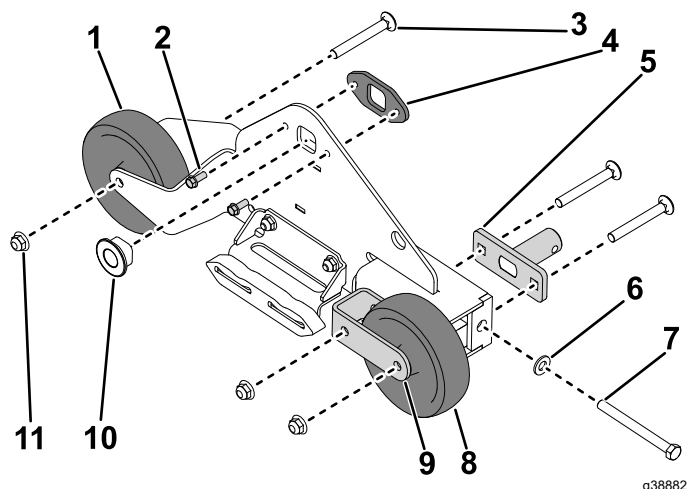

Figura 2
1. Rimuovete il bullone a testa tonda ($\frac{3}{8}$ " x 3"), la boccola del tenditore e il dado di bloccaggio ($\frac{3}{8}$ ") che fissano la ruota del carrello al supporto del cingolo (Figura 2). Rimuovete la ruota.
2. Rimuovete il bullone a testa tonda ($\frac{3}{8}$ " x 3"), la boccola del tenditore e il dado di bloccaggio ($\frac{3}{8}$ ") che fissano la ruota del carrello di destra alla forcella del carrello e al supporto del cingolo (Figura 2). Rimuovete la ruota.
3. Rimuovete il bullone a testa tonda ($\frac{3}{8}$ " x 3") e il dado di bloccaggio ($\frac{3}{8}$ ") che fissano la forcella del carrello al supporto del cingolo. Rimuovete la forcella del carrello dal supporto del cingolo (Figura 2).
4. Rimuovete la boccola dell'asse (Figura 2).
5. Rimuovete le 2 viti ($\frac{1}{4}$ " x $\frac{5}{8}$ ") che fissano il supporto della boccola dell'asse al supporto del cingolo. Rimuovete il supporto della boccola dell'asse (Figura 2).
6. Rimuovete la vite ($\frac{3}{8}$ " x 4"), la boccola del tenditore e la rondella ($\frac{3}{8}$ ") che fissano il tenditore al supporto della ruota del carrello (Figura 2). Rimuovete il tenditore.